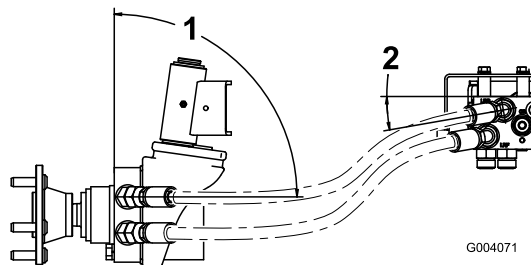

図 7
2. これら2本の左側用ホースを、左ホイールモータまで配設する。上側マニホルドのホースをホイールモータの上側フィッティングに、下側マニホルドのホースを下側フィッティングに接続する 図 7。ホースの配設経路が不適切であると、ホースがタイヤや後バンパーと接触して破損するので十分注意すること。